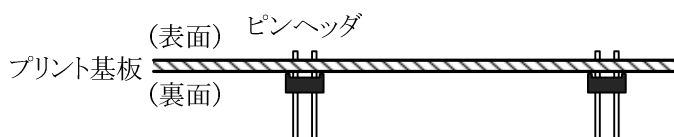

図 9 ピンヘッダの取付け方
- ⑥ 組立て基板を制御ボードに差し込むためのピンヘッダ (CN2, CN3) は、図 9 に示すようにプリント基板の裏面から挿入し、底面の突起がプリント基板に密着するように取付け、表面のランドをはんだ付けする。